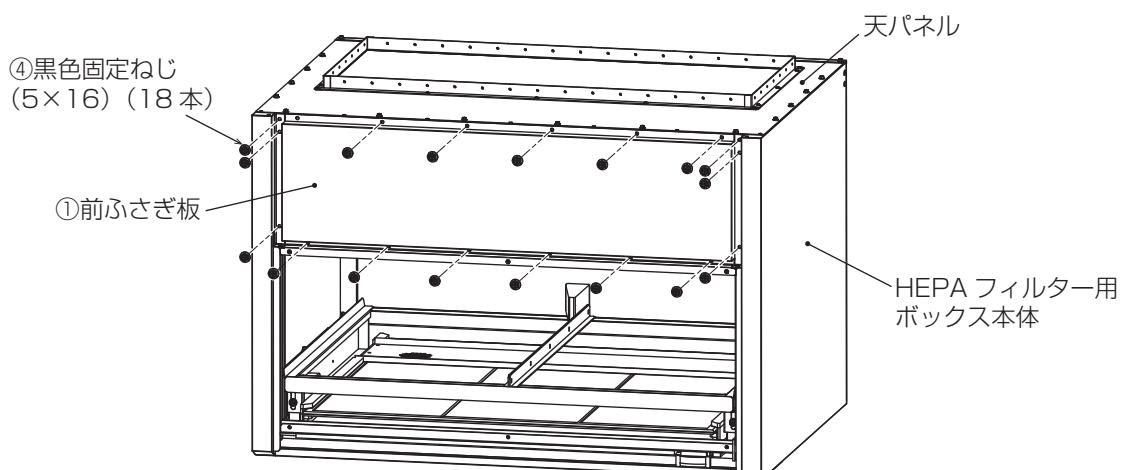

図4
- ②アタッチメントと③天ダクトフランジを取り付けた天パネルをHEPAフィルター用ボックス本体の元の位置に戻し、外したねじ(5×10ねじ15本)で固定する。···図4
- ①前ふさぎ板をボックス本体のルーバー組立があった位置にねじ穴を合わせながら押し込む。···図4
- ①前ふさぎ板を④黒色固定ねじ18本で固定する。···図4